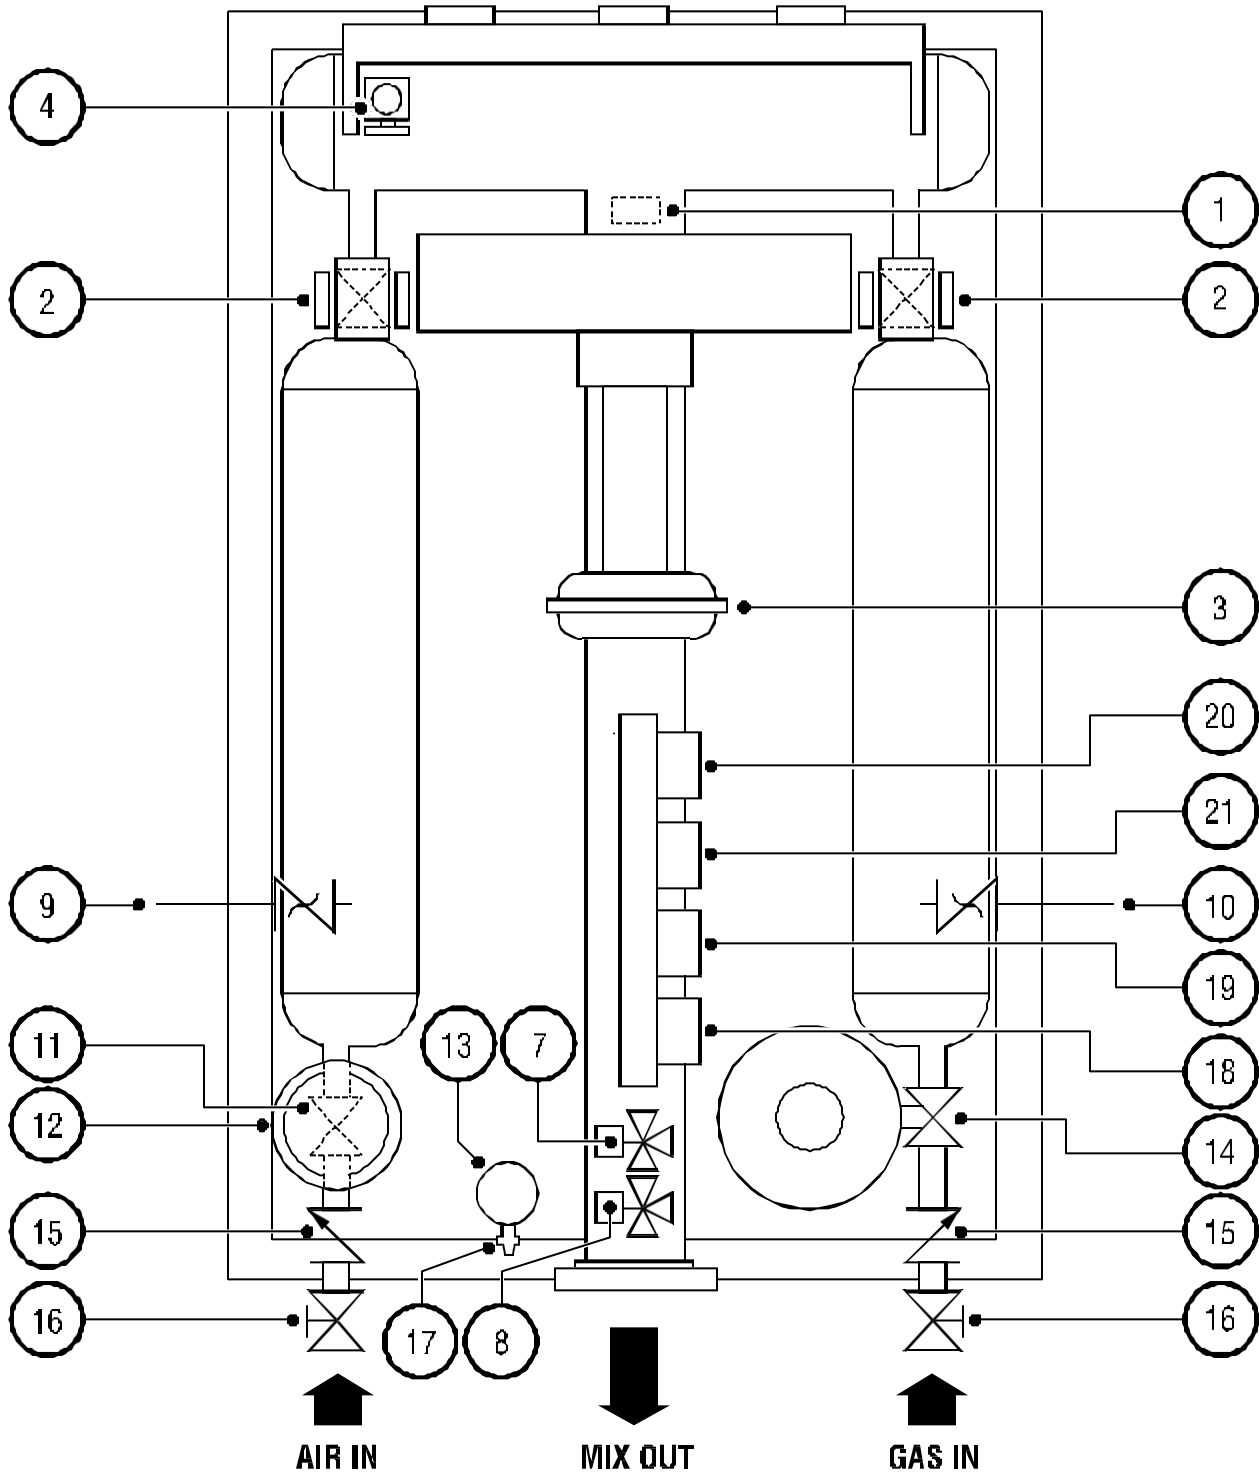

Figura 2-3: Conjunto típico de la serie MPM
2.05 La figura 2-3 muestra un mezclador típico de la serie MPM con referencias numéricas clave para todos los elementos y controles principales.